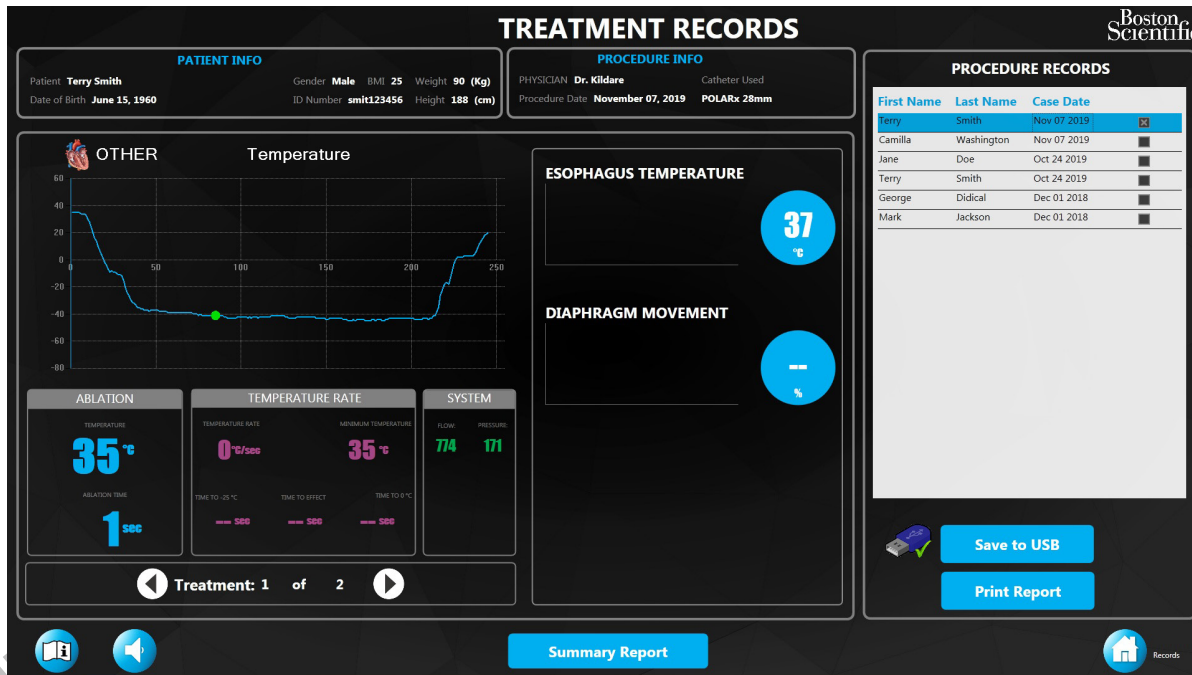

Figura 27 Ecranul cu fișe de tratament
Dacă numele de utilizator și parola introduse au drepturile necesare, se afișează ecranul cu fișe de tratament (Figura 27).
6. Dacă s-a efectuat mai mult de un tratament în cazul selectat, utilizați săgețile **Tratament** (Figura 27) pentru a afișa date din diferitele tratamente efectuate.